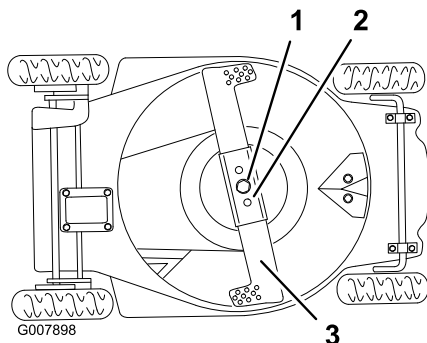

Figura 30
2. Vuelque el cortacésped hacia su lado **izquierdo** (Figura 30).
2. Retire el perno de la cuchilla, la arandela de freno, la cuchilla y el refuerzo de la cuchilla (Figura 30).